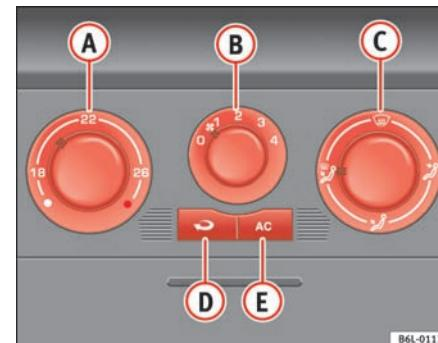

Fig. 90 Mando del Aire Acondicionado en el tablero de instrumentos
- Desconecte el sistema de refrigeración con la tecla ⇒ **fig. 90** **AC** (se apaga el testigo de la tecla).
Con la recirculación de aire en marcha \Rightarrow página 128, fig. 90  (se enciende un testigo en la tecla), se evita que los malos olores del exterior, por ejemplo, al atravesar un túnel o en un atasco, penetren en el habitáculo.